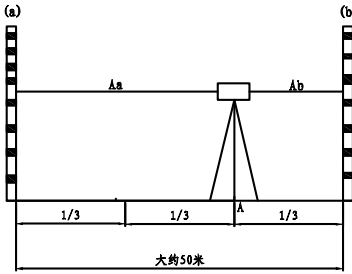

图1
1.如图 1 所示，将仪器安置三脚架上，并使脚架位于相距约50 米的两根水准